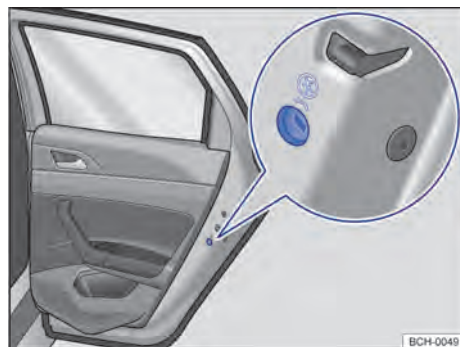

Fig. 54 En la puerta trasera (lado derecho): ubicación del seguro para niños.
- Introducir el paletón de la llave en el seguro para niños para activarlo o desactivarlo → fig. 54.